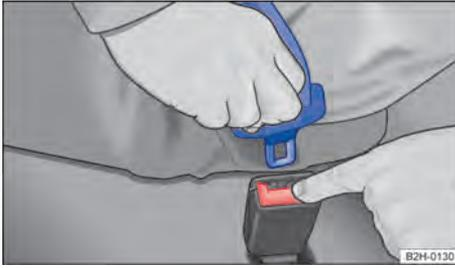

Fig. 29 Soltar la lengüeta del cinturón abdominal de su cierre.
- Pulse la tecla roja del cierre del cinturón → Fig. 29. La lengüeta del cinturón sale expulsada.